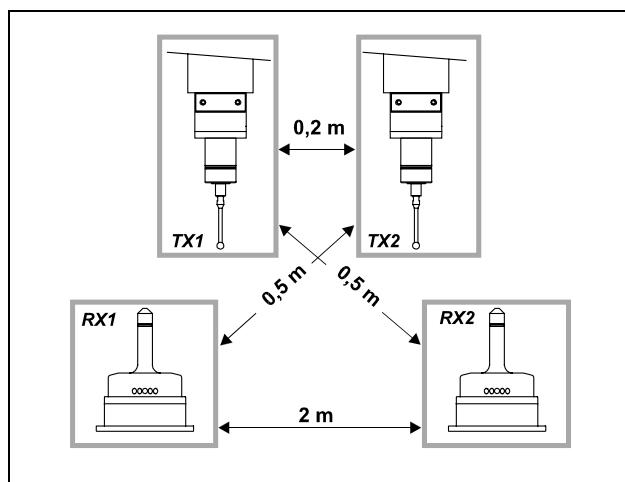

Figure 6-2. Distances mini entre systèmes
**NOTA BENE:** Si vous utilisez 2 systèmes sur une même machine (ex. centres d'usinage à double mandrin), Figure 6-2 mais utiliser aussi deux canaux NON ADJACENTS et des codes identificateurs "A" et "D".